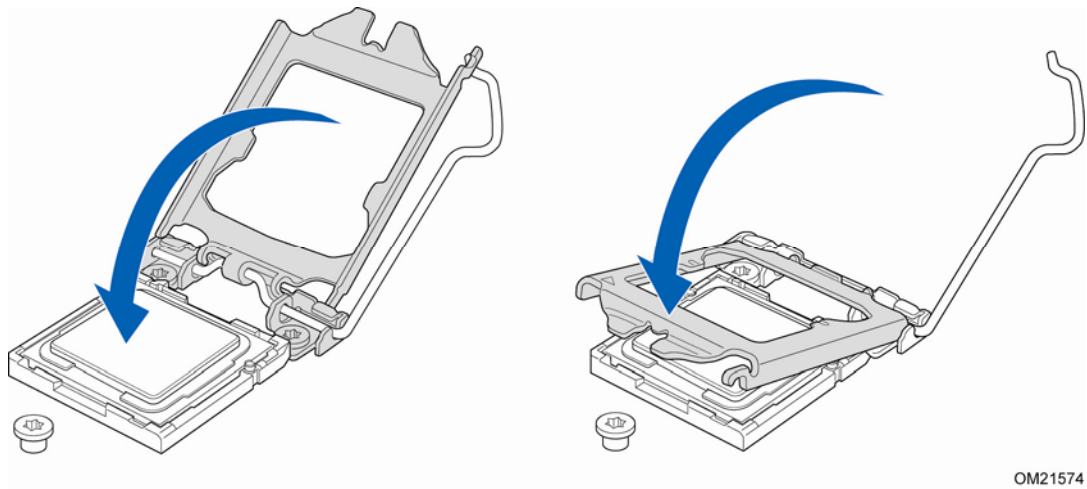

图 15. 闭合压板
7. 对准处理器闭合压板，期间让插槽拉杆处于打开位置（图 15）。